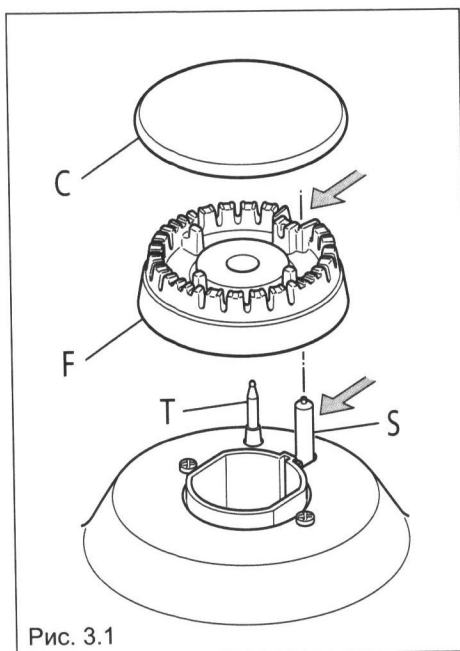

Рис. 3.1
- Подсоединение нового кабеля, соответствующего типа и сечения, к щитку с зажимами осуществляется согласно следующей схеме (рис. 3.1).